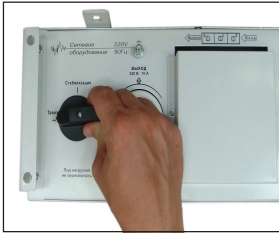

Рис. 22
2. Переведите переключатель режима работы на верхней панели стабилизатора в режим «Транзит» (рис.22 и 22.1). Поверните переключатель против часовой стрелки.